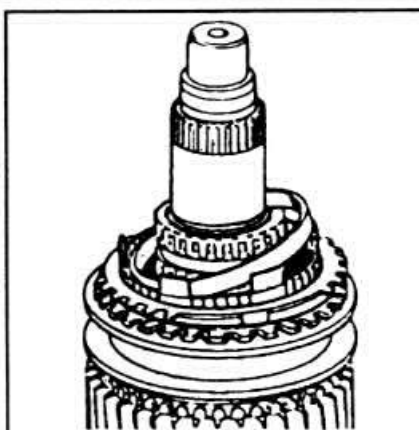

Рис. 5-16. Снятие блокирующего кольца синхронизатора I передачи
- Снять блокирующее кольцо синхронизатора I передачи (рис. 5-16), игольчатый подшипник и скользящую муфту синхронизатора I и II передач.